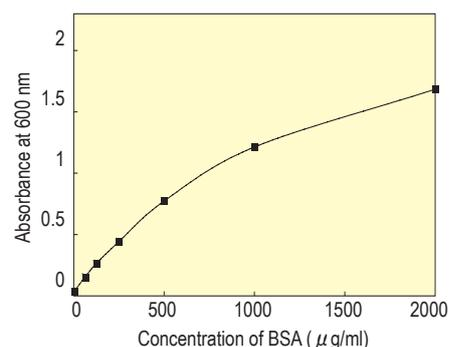

Fig.8 Standard BSA solution で作成した検量線の例 (セル法)
- 7) 横軸にBSAの濃度を取り、BSA希釈溶液の吸光度から検量線を作成する (Fig.8)。